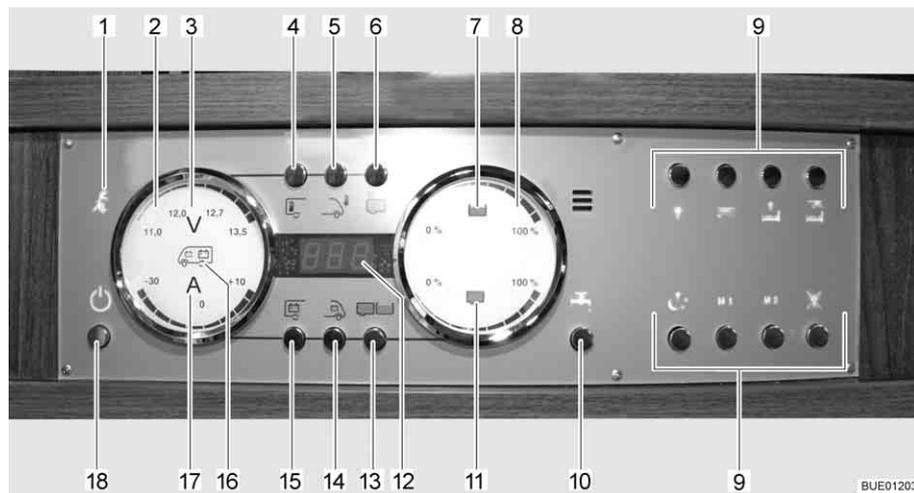

Fig. 137 Panel LT 510
Se enciende la luz de control de 230 V (Fig. 137,1) cuando hay tensión de red en la entrada del bloque eléctrico.
El interruptor principal de 12 V (Fig. 137,18) conecta y desconecta el panel y la alimentación de 12 V del habitáculo.
- Pulsar la tecla de la alimentación de 12 V (Fig. 137,18) brevemente. La alimentación de 12 V del habitáculo está conectada. La visualización de control "12 V" está encendida.
- ▷ En caso de que después de la conexión parpadeen tanto el LED "11,0" de la visualización de voltios así como el símbolo Voltios "V" (Fig. 137,3) en el instrumento indicador Baterías (Fig. 137,2), será demasiado baja la tensión de la batería del habitáculo. Cargar la batería.
- ▷ En caso de que después de la conexión parpadeen tres veces la visualización de control 12 V y el símbolo Voltios V (Fig. 137,3), estará activada la separación de batería. Desactivar la separación de batería.
- Pulsar la tecla de la alimentación de 12 V (Fig. 137,18) brevemente. La alimentación de 12 V del habitáculo está desconectada. La visualización de control "Alimentación de 12 V" se apagará.
- Pulsar la tecla Batería del habitáculo (Fig. 137,15) y mantenerla pulsada aprox. 10 segundos. El símbolo Voltios "V" (Fig. 137,3) y la visualización de control "12 V" parpadearán tres veces. La batería del habitáculo está separada de la red de a bordo de 12 V.
- Pulsar la tecla de la alimentación de 12 V (Fig. 137,18) y mantenerla pulsada aprox. 5 segundos. El símbolo Voltios "V" (Fig. 137,3) y la visualización de control "12 V" parpadearán tres veces. La batería del habitáculo está conectada a la red de a bordo de 12 V. La visualización de control estará encendida durante aprox. 5 segundos.
- Pulsar la tecla Batería del habitáculo (Fig. 137,15). El símbolo Voltios "V" (Fig. 137,3) estará encendido. Según la carga o la descarga, el símbolo Amperios "A" (Fig. 137,17) estará iluminado de color blanco o rojo. La tensión de la batería y la corriente de la batería del habitáculo se visualizan a través de LEDs en el instrumento indicador.
- Pulsar la tecla Batería del motor de arranque (Fig. 137,14). El símbolo Voltios "V" (Fig. 137,3) estará encendido. La tensión de la batería del motor de arranque es visualizada a través de LEDs en el instrumento indicador.
Indicar: ■ Pulsar la tecla Depósitos (Fig. 137,13). Los símbolos Depósito de agua (Fig. 137,7) y Depósito de aguas residuales (Fig. 137,11) estarán encendidos. Los niveles de llenado del depósito de agua (escala superior) y del depósito de aguas residuales (escala inferior) serán visualizados a través de LEDs en el instrumento indicador.
El símbolo Depósito de agua (Fig. 137,7) o el símbolo Depósito de aguas residuales (Fig. 137,11) parpadeará si el depósito de agua está vacío o el depósito de aguas residuales está lleno.
A través del visualizador digital (Fig. 137,12) es posible visualizar la temperatura interior y la temperatura exterior.
- Pulsar la tecla Temperatura interior (Fig. 137,4). Indica la temperatura interior.
- Pulsar la tecla Temperatura exterior (Fig. 137,5). Indica la temperatura exterior.